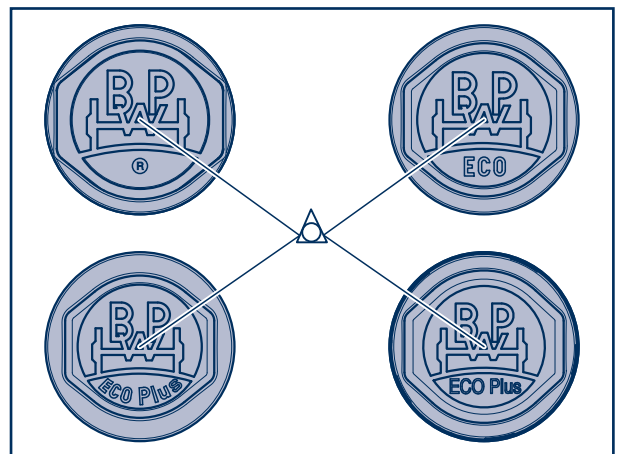

Fig. 8
- In the case of new hub caps (embossed ® or ECO under the BPW logo) (Fig. 8), install hub caps, see relevant workshop manual.
- Dans le cas de nouveaux capuchons de moyeux poinçonnés avec un ® ou ECO sous le sigle BPW (fig. 8), voir le manuel de réparation de l'essieu correspondant.